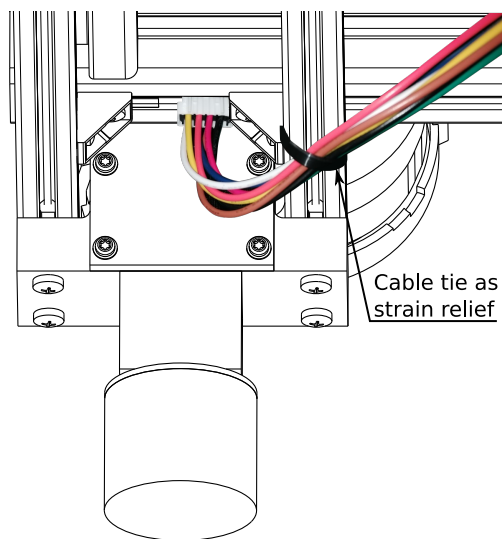

Figure 36: Opaska zaciskowa solidnie mocuje przewód blisko złącza. Przewód jest unieruchomiony, co ogranicza zużycie złącza.
Bez względu na to, jak ważne jest przymocowanie każdego przewodu do solidnego punktu mocowania blisko jego złącza. Dobrym przykładem jest użycie opasek zaciskowych owiniętych wokół profilu aluminiowego. Zob. Rysunek 36 poniżej.
- na przewodzie Molex w miejscu jego podłączenia do siłowników (zob. Rysunek 36,)